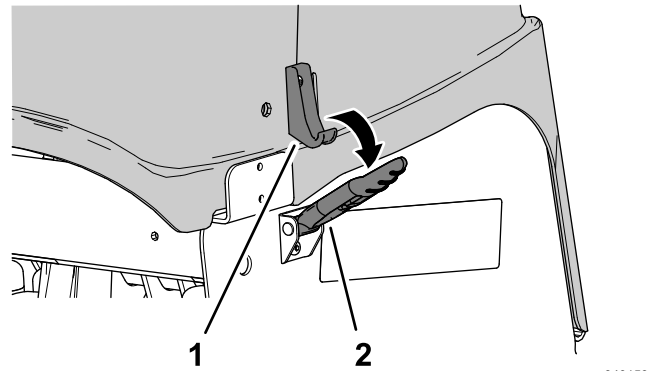

**Figura 149**
1. Si la máquina tiene seguros de cierre CE, afloje el perno de la placa del seguro hasta que la placa salga de la ranura en el lateral de la cubierta del cabezal de perforación (Figura 149).
2. Gire la placa del seguro para abrir el cierre (Figura 149).